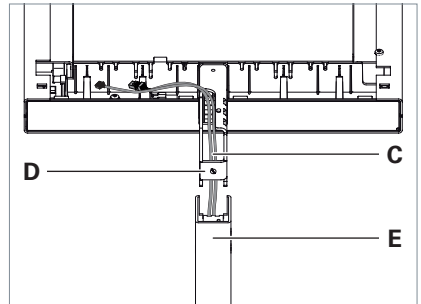

Fig. 2: Leuchtenkopf auf das Standrohr montieren.
- Führen Sie die Leitungen **C** von unten durch den Tragarm **D** am Leuchtenkopf und stecken Sie den Tragarm vollständig in das Standrohr **E**, siehe Fig. 2.